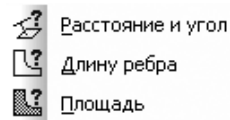

Рис. 3.18. Всплывающее меню пункта **Измерить** пункта **Сервис** главного меню
- **Измерить** обеспечивает появление всплывающего меню, показанное на рис. 3.18.